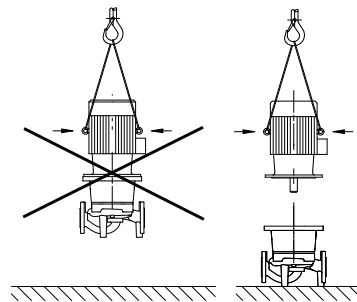

Fig. 33: Транспортування двигуна
- Транспортувальні вушка на двигуні можна використовувати лише для транспортування двигуна, а не усього насосу (Fig. 33).